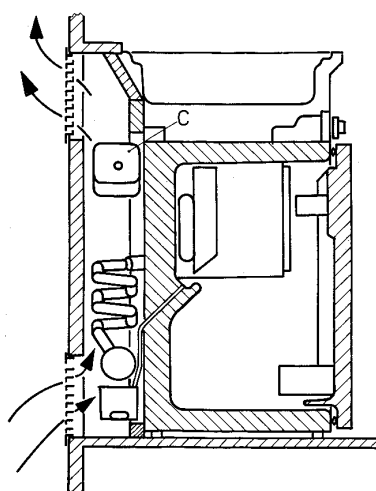

Fig. 5
Ventilationen av apparaten sker genom två öppningar i husvagnens yttervägg (fig. 5). Friskluft strömmar in genom den nedre öppningen och den värmda luften avgår genom den övre.
- G Anslagslist av trä, ca 10 x 20 mm (se även fig 5)